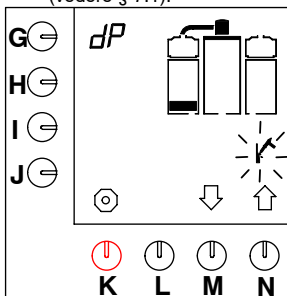

Fig. 20 Primo livello del programma di disinquinamento
- Sullo schermo viene visualizzato il blocco del primo livello e lampeggia il simbolo del martello (vedere fig. 20)